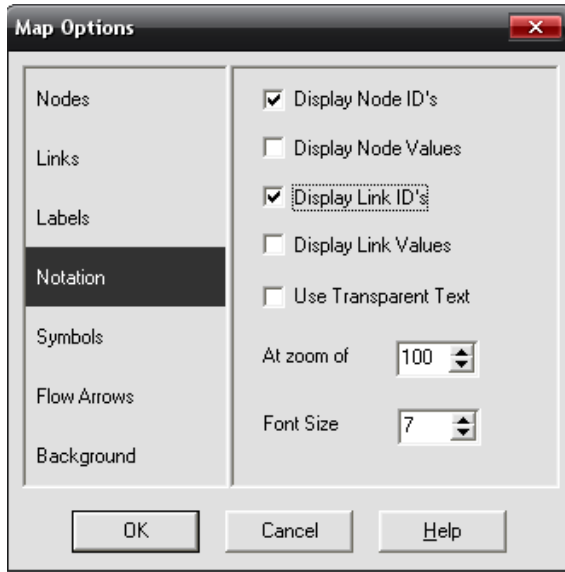

Рис. 2.6. Діалогове вікно вибору опцій відображення карти
4.2. Вибрати рядок **Notation** і встановити «галочки» для **Display Node ID's** та **Display Link ID's** (рис. 2.6).